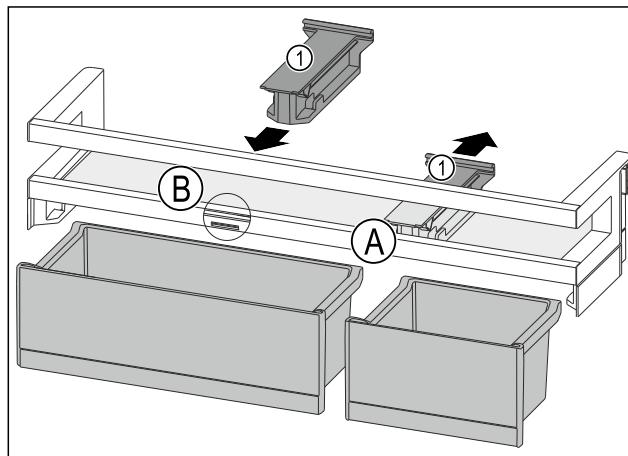

Fig. 88
- Halteteil Fig. 88 (1) in Position Fig. 88 (A) nach hinten abziehen.
- Halteteil Fig. 88 (1) in Position Fig. 88 (B) einsetzen.